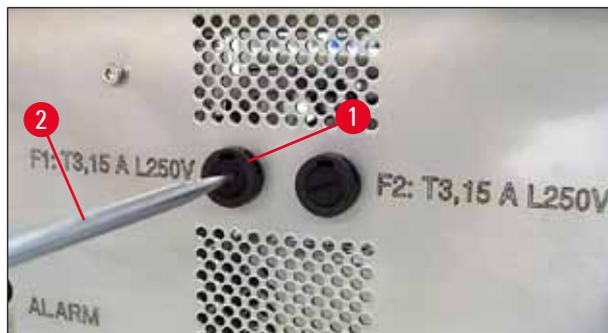

Fig. 65
- Controllare se uno dei due fusibili secondari (→ "Fig. 64") (F1, F2) sul retro dell'apparecchio è difettoso (→ "Fig. 65").